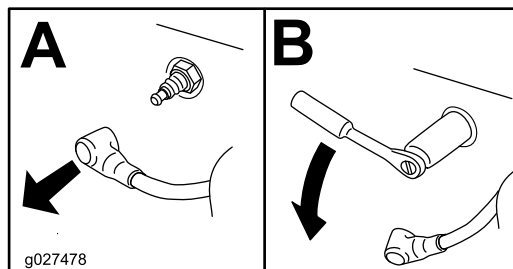

Figure 39
4. Déposez la bougie (Figure 39).